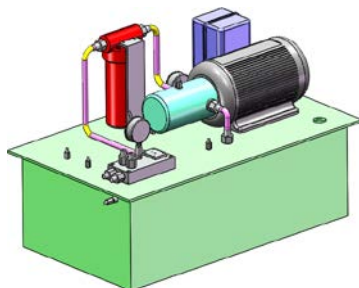

图 3-28 所有管路的步路效果
STEP 5 通过相同操作，可完成其余管路的步路操作，效果如图 3-28 所示。